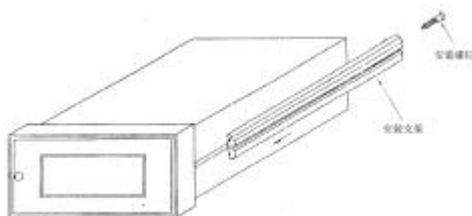

图 2 带有安装架和螺钉的面板仪表
2. 从仪表的面板上卸下安装螺钉和安装架, 并将面板仪表插入开口中 (参见图 2)。